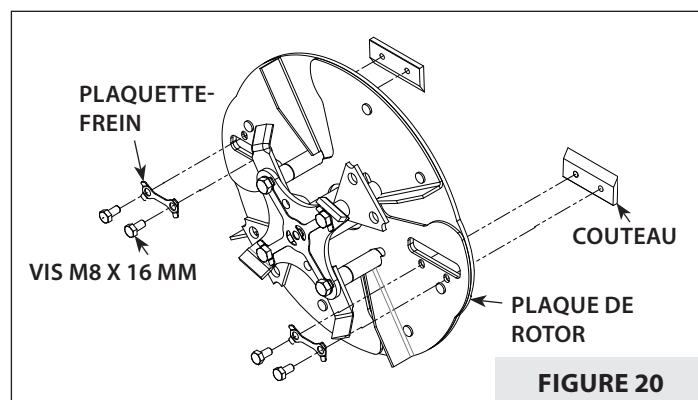

FIGURE 20
- Retirer les deux vis et le couteau de déchiquetage. **VOIR FIGURE 20.**